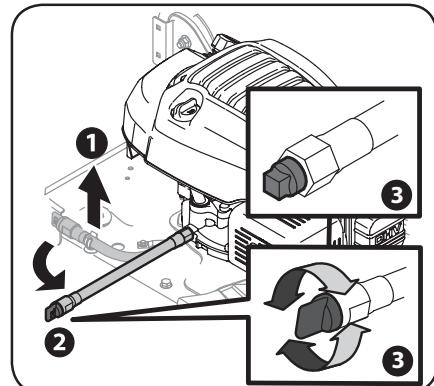
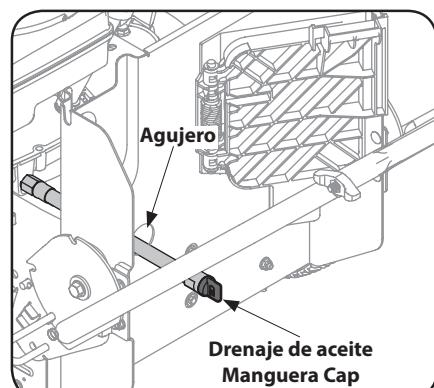

Figura 4-3
Figura 4-4
Cada uno de los ejes y rueditas de la rueda delantera viene equipado con un accesorio de engrase. Vea la Figura 4-3. Lubrique con grasa multiuso No. 2 aplicada con una pistola de engrasar cada 25 horas de funcionamiento de la cortadora o una vez por temporada.
- Tire hacia arriba de la manguera de drenaje de aceite para soltarla de la plataforma. Consulte la Figura 4-3 para el motor MTD y la Figura 4-4 para el motor Briggs & Stratton.
NOTA: El motor está equipado con un twist-off de plástico o metal tapa de cabeza cuadrada. Consulte la Figura 4-3 inserciones.
NOTA: Para las unidades equipadas con el motor y embolsadora Briggs & Stratton, retire la embolsadora de la cortadora de césped, que expondrá un agujero en la placa trasera de la segadora cuando la puerta se cierra embolsadora para pasar la manguera de drenaje de aceite a través. Ver Figura 4-4.
- Desenrosque la tapa del extremo de la manguera de drenaje de aceite para empezar a drenar el aceite. Consulte el recuadro de la Figura 4-3.